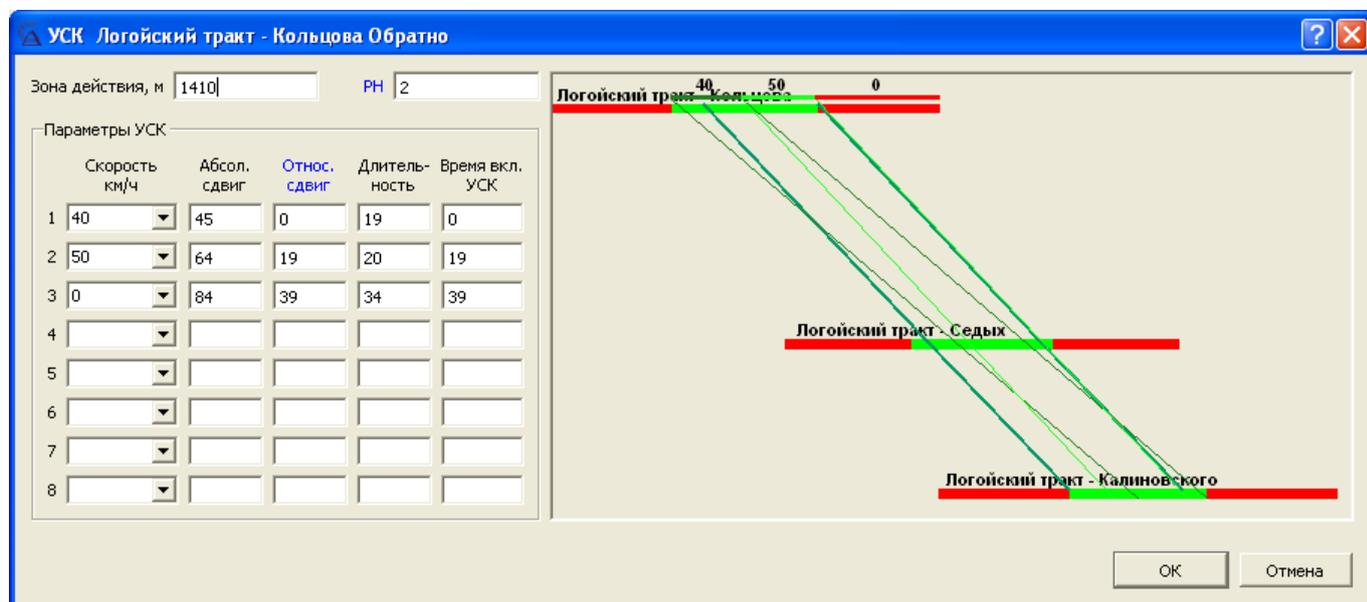

Рисунок 96
– с помощью поля "Абсол. сдвиг" передвигаются линии скорости так, чтобы они попадали на зеленый сигнал следующего СО. При этом необходимо использовать, как можно больше зеленого сигнала перекрестка на котором установлен УСК (рис. 96);
– поле "Длительность" рассчитывается автоматически, после ввода значения абсолютного сдвига (длительности горения значений скорости можно корректировать изменением показаний абсолютного сдвига) (рис. 96).